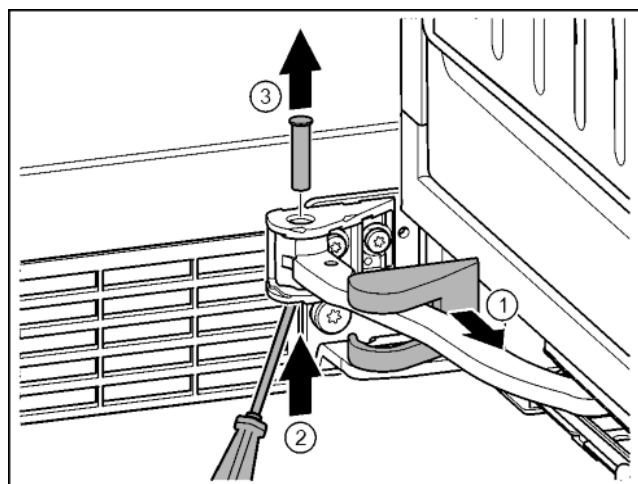

Fig. 17
► Снять крышку опорного кронштейна и переместить вдоль шарнира. Fig. 17 (1)
► Рукой или отверткой приподнять палец снизу. Fig. 17 (2)
► Вставить отвертку под головку пальца и вытянуть его. Fig. 17 (3)